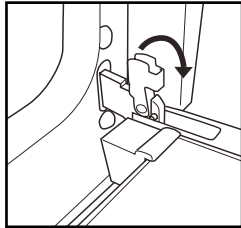

Fig. 1
2. Levante los ganchos y empújelos al máximo hacia delante (Fig. 1).